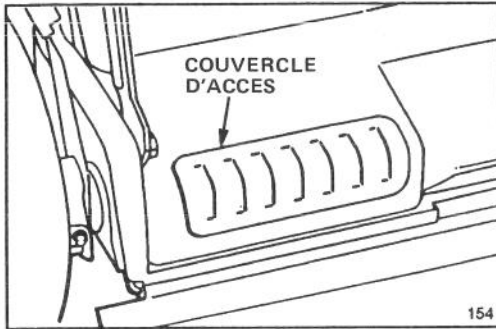

Figure 24
6. Retirez le panneau d'accès et nettoyez la région autour de la boîte d'engrenages (Fig. 24).